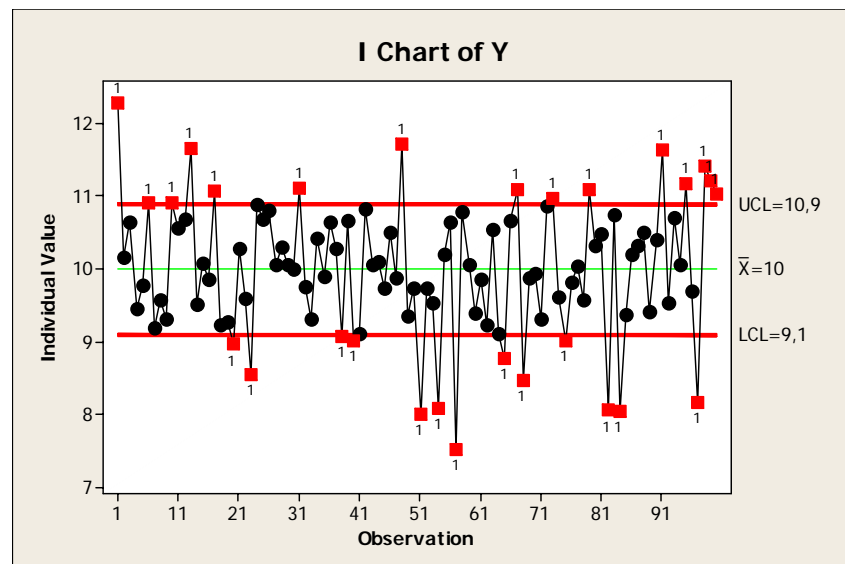

Figura 3 – Processo estável mas controlado com limites arbitrários baseados nos limites de especificação
- 5) O mais interessante (ou o mais triste) deste processo era ver os operadores trabalhando com "gráficos de controle" similares aos da Figura 3. Claramente o processo não era instável, mas o número de pontos fora dos limites arbitrários era tão grande que os operadores mencionavam que não sabiam o que fazer porque a frequência de pontos fora dos limites era muito grande!